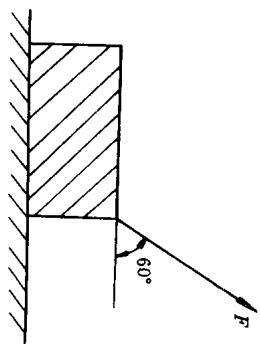

图 1-2
7. 如图 1-2 所示，人拉物体沿水平地面前进 20m，拉力 F 为 60N，与水平方向成 60° 角，物重为 200N，人对物体做的功是（ ）。